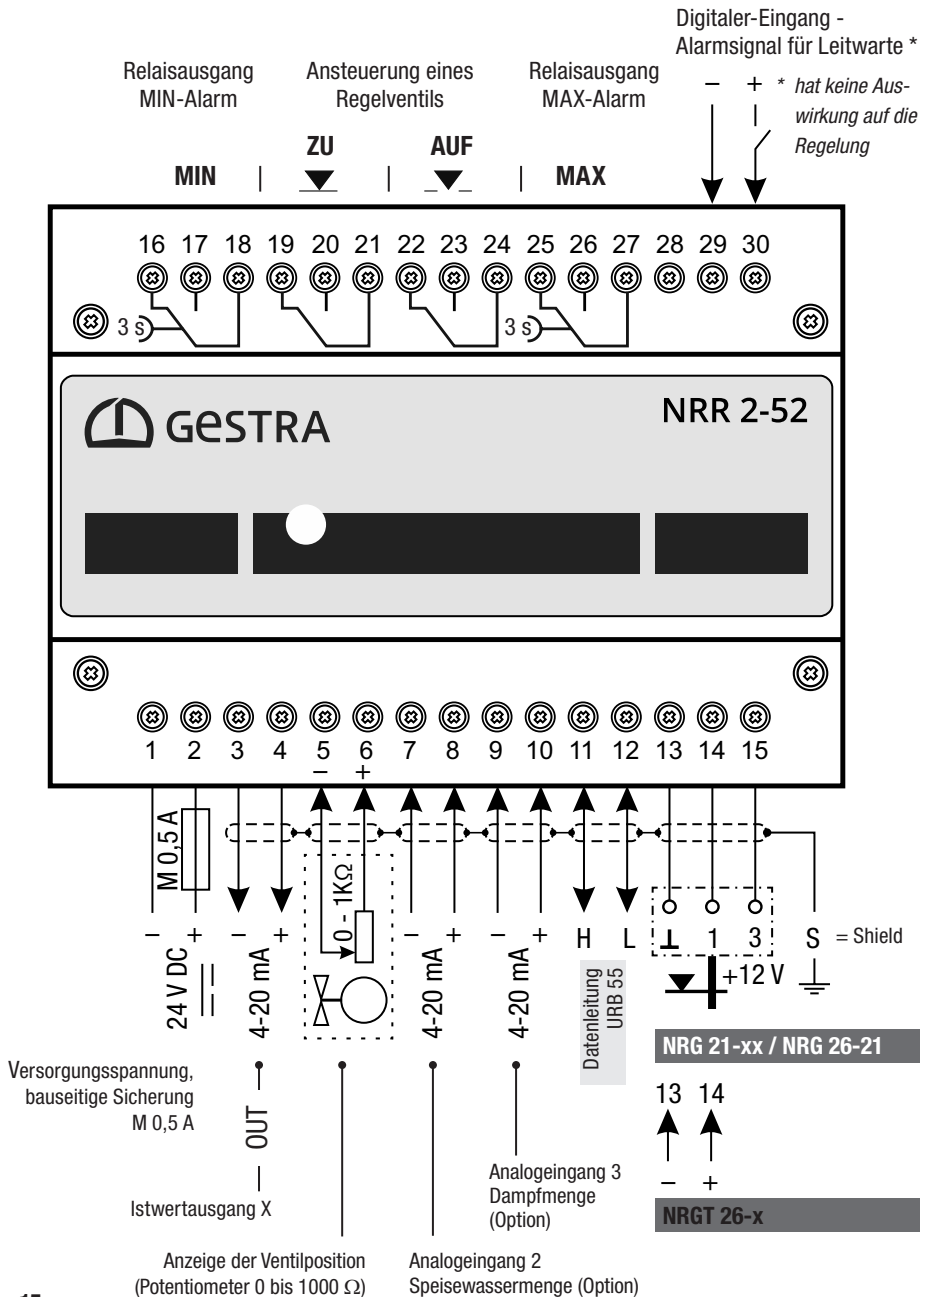
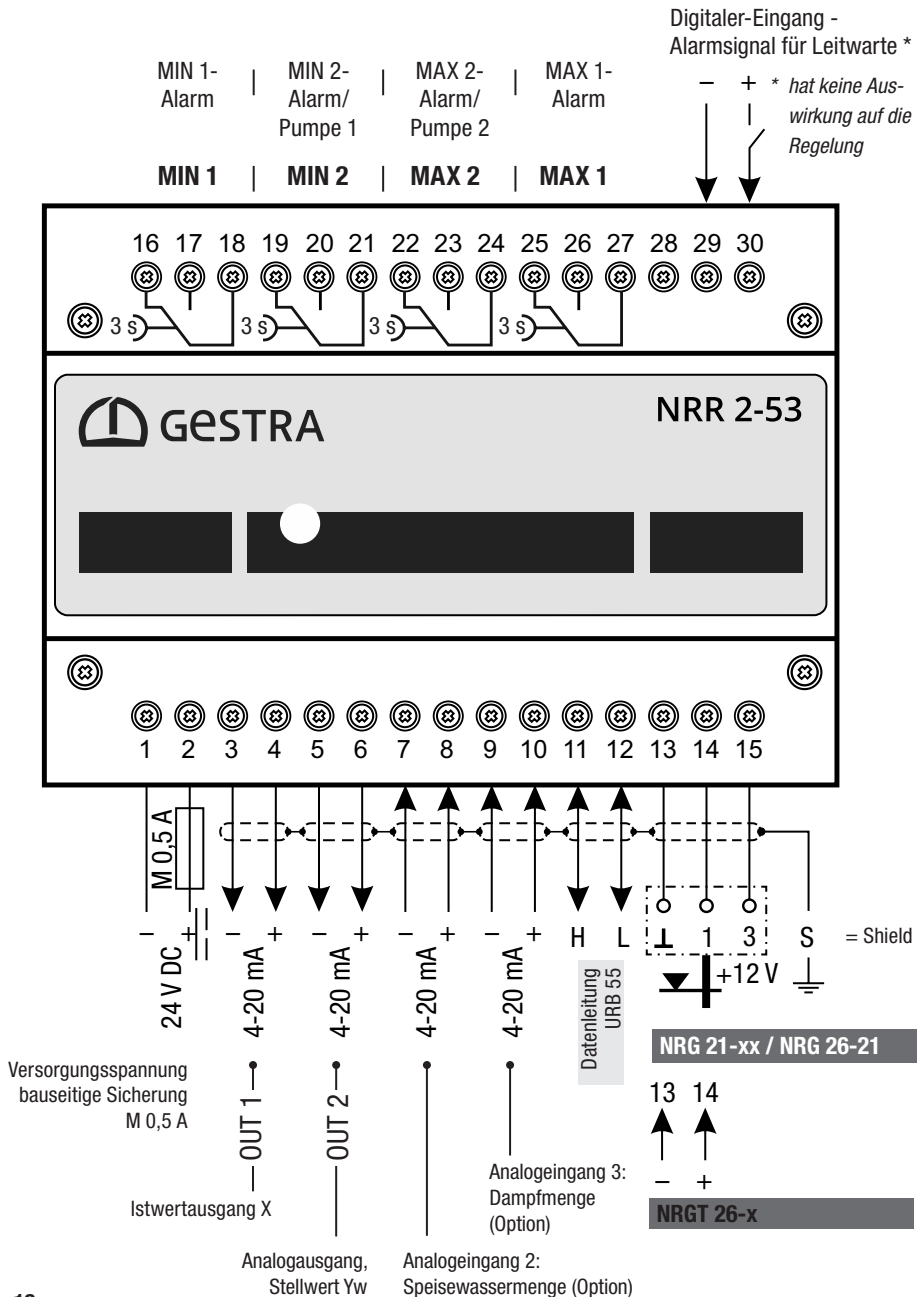

Fig. 15
Fig. 16
- Schließen Sie den Niveauregler und alle zugehörigen Komponenten gemäß den Anschlussplänen **Fig. 15** / **Fig. 16** in dieser Anleitung an.
- Schließen Sie die Ausgänge gemäß den Anschlussplänen **Fig. 15 / Fig. 16** an.
Für die Verbindung der Geräte wird ein vorkonfektioniertes Steuerkabel mit Buchse mitgeliefert, Belegung der Klemmleiste gemäß dem Anschlussplan **Fig. 15, Fig. 16**.
- Belegen Sie die Klemmleiste gemäß dem Anschlussplan, **Fig. 15, Fig. 16**.